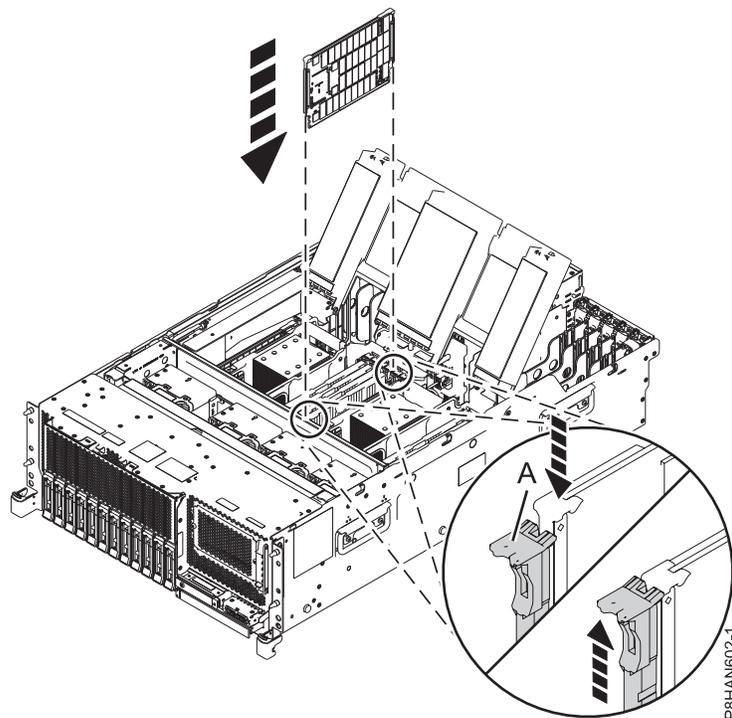

Figura 8. Instalación o reinstalación de un módulo de memoria en el sistema 8247-42L, 8286-41A o 8286-42A
5. Inserte firmemente el módulo de memoria en la ranura hasta que la pestaña de bloqueo (A) encaje en su sitio. Consulte la Figura 8 en la página 15.